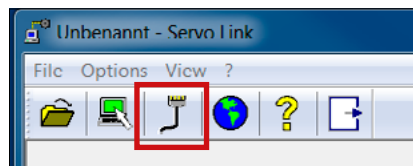
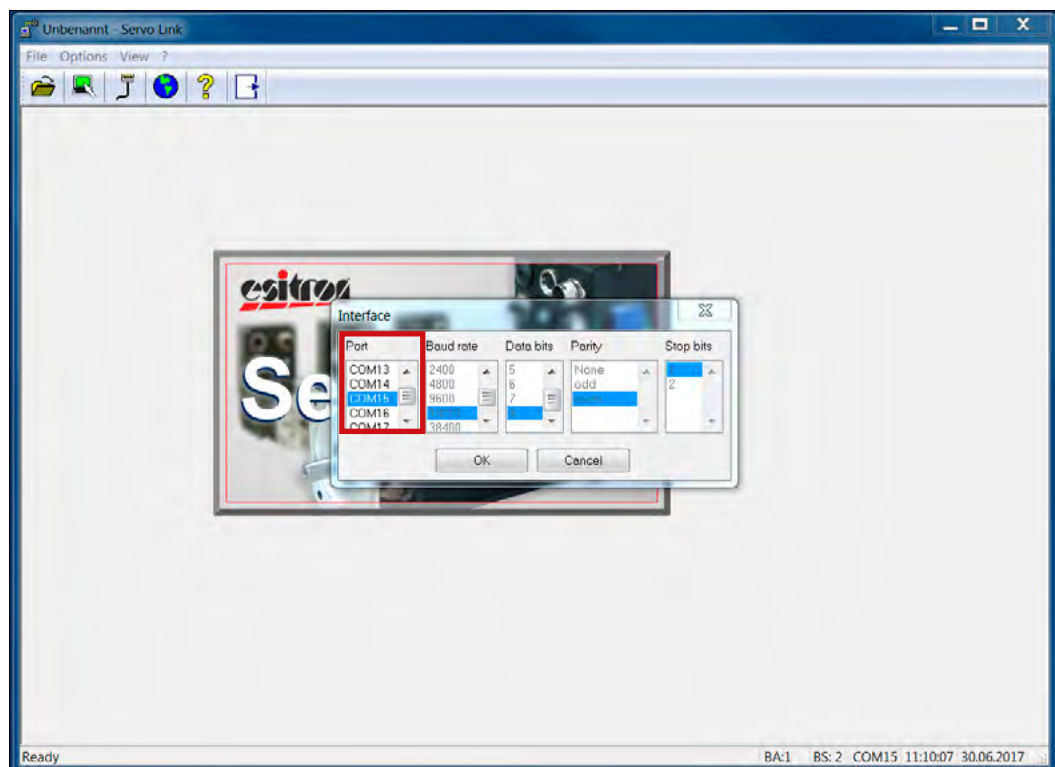

Abb. 14: Aktiven COM-Port einstellen/ändern
Abb. 15: Dialogfeld „Schnittstelle“ zur Festlegung aktiver COM-Port
4.3 Ändern Sie die aktive COM-Port-Nummer (nur falls erforderlich) in eine der aufgelisteten COM-Port-Nummern im Windows Gerätemanager (siehe Abb. 14 und Abb. 15).